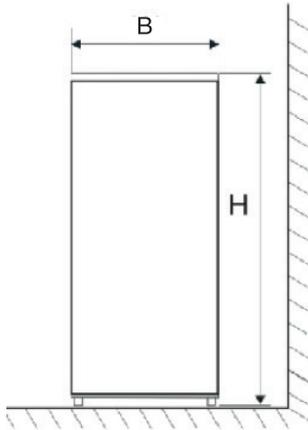

Fig. 1
**Opmerking:** afbeelding 1 en 2 geven alleen aan hoeveel ruimte er nodig is voor het product.